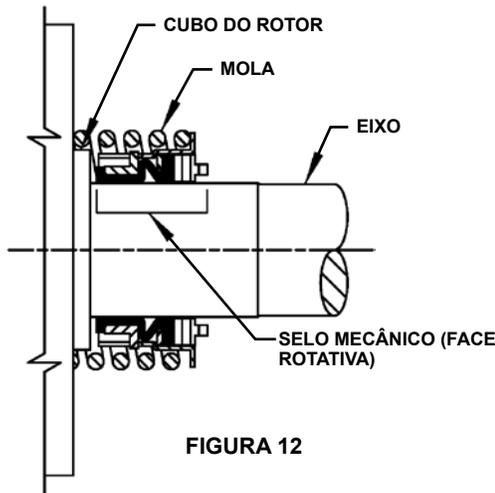

FIGURA 12
5. Coloque a mola de vedação no eixo contra o cubo do rotor. **Consulte a Figura 12**.